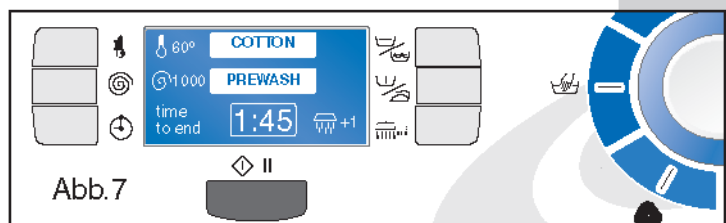
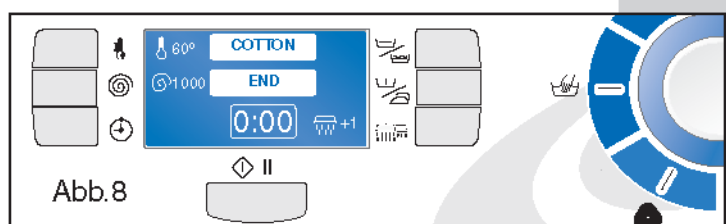

Abb. 7
Abb. 8
Nachdem die gewünschte Einstellung gefunden wurde genügt es, die Start taste zu drücken, um den Waschgang zu beginnen; bei Bedarf man kann die Temperatur oder die Schleuderdrehzahl ändern bzw. Sonderfunktionen programmieren, wenn diese mit dem eingestellten Programm kompatibel sind (siehe **PROGRAMMTABELLE**). Auf jeden Fall erscheinen alle durchgeführten Änderungen am Display. Bei Drücken der Start taste (L), wird der Programmname gemeinsam mit dem Hinweis auf die gerade ablaufende Programmphase angezeigt (**VORWÄSCHE, HAUPTWÄSCHE, SPÜLEN, SCHLEUDERN, ENDE**) (Abb. 7). Bei Programmende wird die Zeit nullgestellt und am Display erscheint das Wort **ENDE** (Abb. 8). An dieser Stelle kann das Einfüllfenster geöffnet werden, nachdem die Maschine mit der Taste (G) ausgeschaltet wurde.